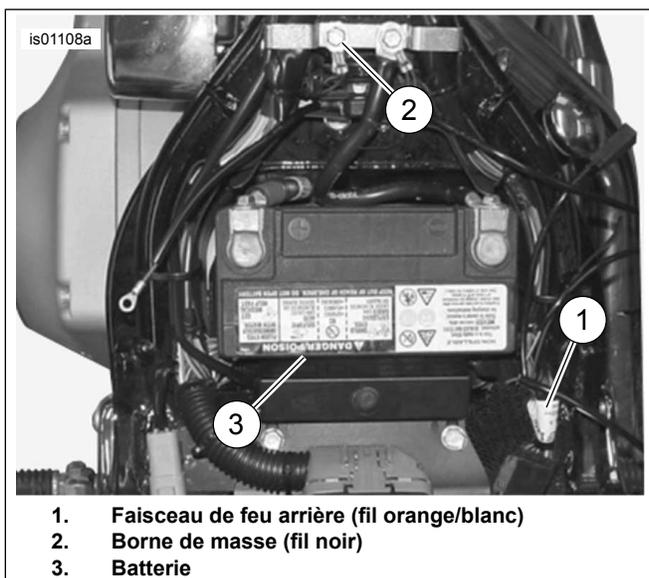

Figure 2. Connexions de l'alimentation et de la masse (modèles Softail)
- Voir Figure 2. Installer la borne circulaire sur les filets de la vis de masse. Assujettir la vis de masse au cadre (2) et serrer selon la spécification de couple dans le manuel d'entretien.
1. Voir Figure 2. Couper avec soin pour ouvrir une partie de la gaine du faisceau de feu arrière (1) à un point accessible sous la selle et couper le fil orange/blanc.